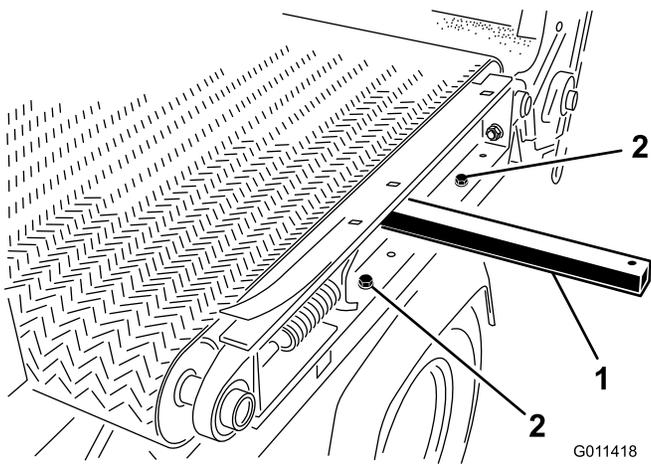

図 35
- 7. 機体の左側でスライダベッドをフレームに固定しているキャップスクリュ (2本)、ワッシャ、ナットを外す (図 35)。
- ・ 機体左側の穴に吊り上げ棒を入れ、棒を持ち上げてスライダベッドを裏返す（図 35）。